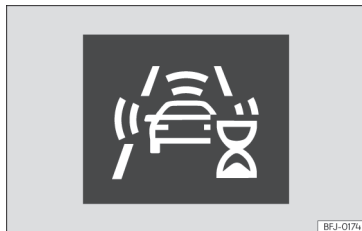

Fig. 111 No ecrã do painel de instrumentos: indicação de autocalibração inicial do sistema.
- Durante vos primeiros instantes de condução após unir a ignição, devido à autocalibração inicial do sistema. Durante esse período mostra-se um ícone de estado »» **Fig. 111**.